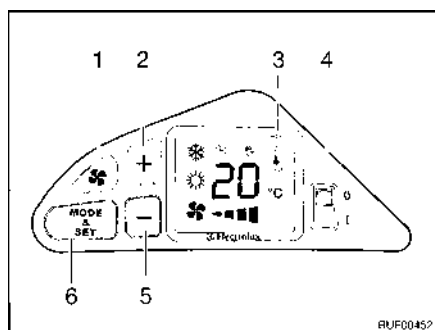

Fig. 143 Elementos de mando
- Ajustar el interruptor de red (Fig. 143,4) a "I". Se visualiza la temperatura ajustada.
- Ajustar la temperatura deseada con las teclas "+" (Fig. 143,2) y "-" (Fig. 143,5).
- Ajustar el interruptor de red (Fig. 143,4) a "0".
- Ajustar el interruptor de red (Fig. 143,4) a "I".
- Ajustar la velocidad de ventilador deseada con las teclas "⌘" (Fig. 143,1), "+" (Fig. 143,2) y "-" (Fig. 143,5).
- Pulsar la tecla "MODE & SET" (Fig. 143,6) hasta que en el display (Fig. 143,3) se vea el símbolo de refrigeración.
- Pulsar la tecla "MODE & SET" (Fig. 143,6) hasta que en el display (Fig. 143,3) se vea el símbolo de calefacción.